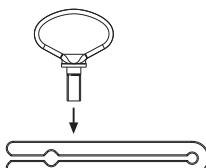

Рис. 18
- Установить вспомогательное устройство для снятия, см. Рис. 18.